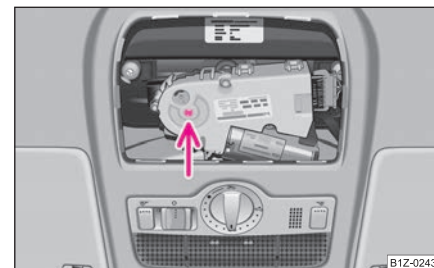

Fig. 38 Detalle del revestimiento interior del techo: Accionamiento de emergencia
- Introducir una llave Allen, tamaño 4, hasta el tope en el orificio y cerrar o abrir el techo corredizo/deflector ⇒ fig. 38. ►